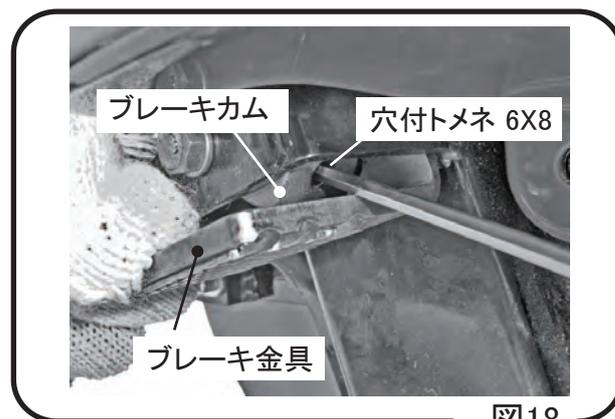

図 18
- B ブレーキ金具が少し下がり、ブレーキカム下部の六角アナボが見える程度に、ブレーキレバーを少し上げます。(図 18)
- C ブレーキカム下部の六角アナボに六角レンチを差し込みます。右へ回すと効きが強くなり、左へ回すと効きが弱くなります。(図 18)